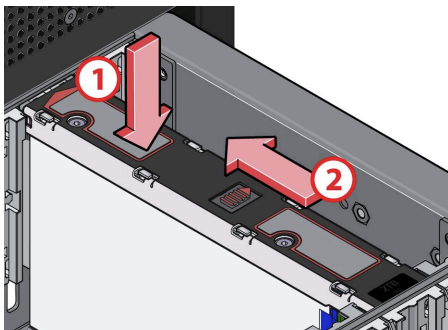

Рисунок 6. Установка DDIC
2. Сдвиньте верхнюю защелку в направлении, показанном стрелкой, до щелчка, означающего установку защелки на место (см. рис. 6).